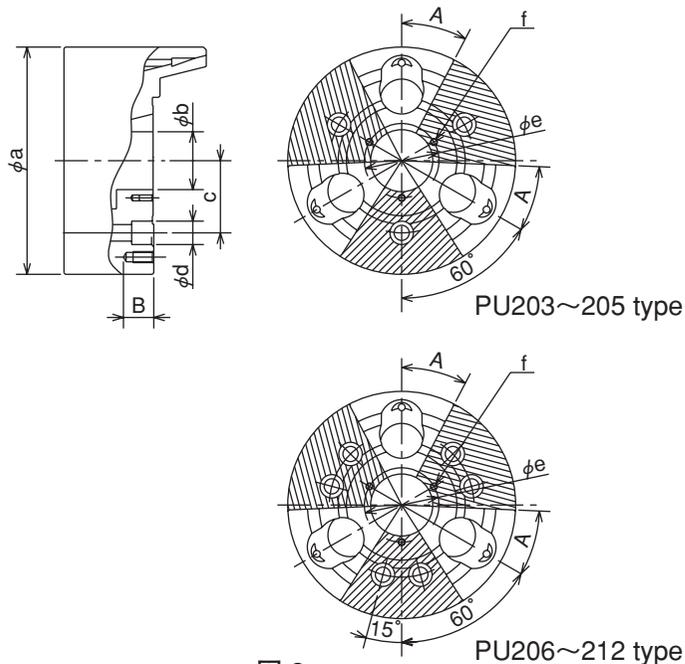

図8
- ・ チャックボデー表面にロケータや治具を取り付ける場合は、図8に示す追加加工範囲内にタップまたは穴明けを行ってください。